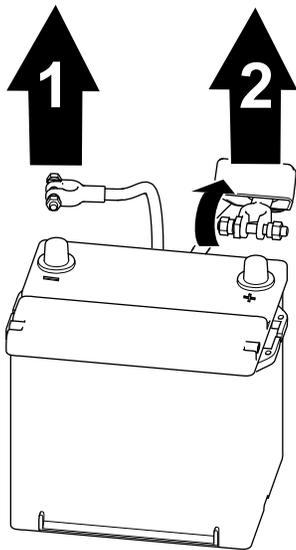

图 62
1. 从电池电极上断开负极电池接线图 62。
2. 提起绝缘体并从电池电极上断开正极电池接线图 62。